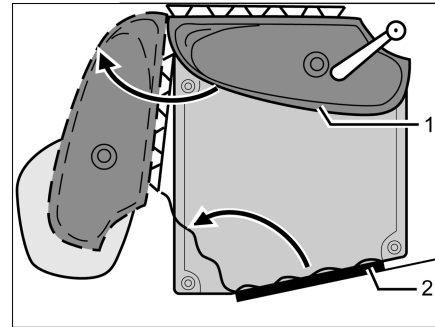

Fig. 349 Toilettes Vario
- Tourner le lavabo avec la paroi arrière (Fig. 349,1) dans le sens de la flèche.
- Pénétrer le cabinet de toilette et fermer et verrouiller la porte des toilettes (Fig. 349,2) de l'intérieur.